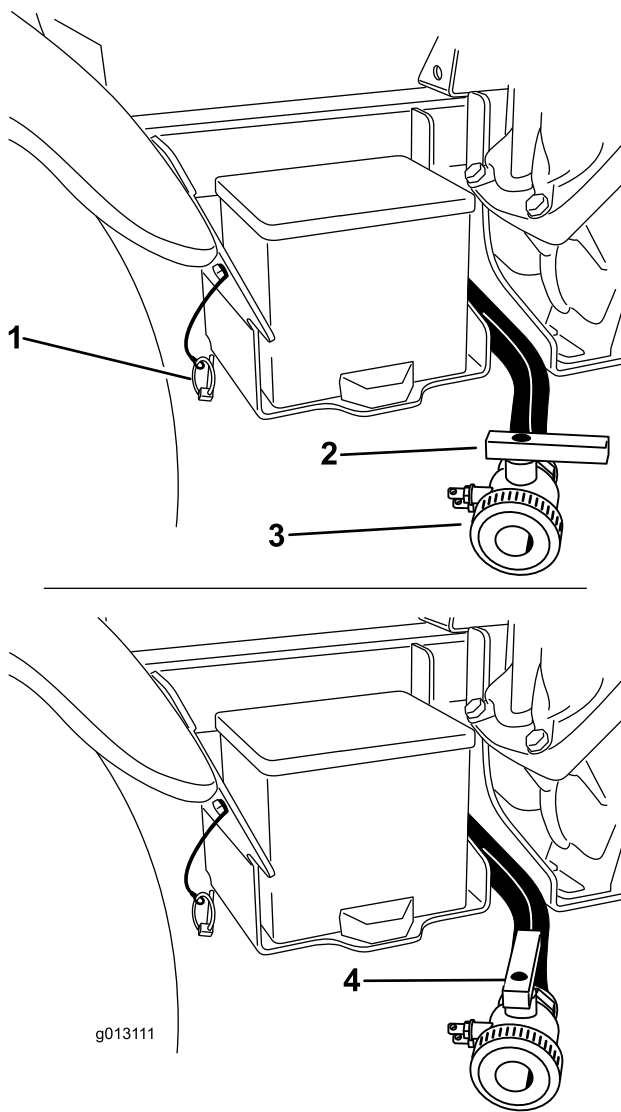

Figura 26
- B. Utilice la manija de vaciado del depósito para vaciar del depósito cualquier material no utilizado, y elimine dicho material de acuerdo con la normativa local y las indicaciones del fabricante del mismo (Figura 26). Así conseguirá vaciar todos los residuos existentes en la línea.
3. Cuando el depósito se haya vaciado completamente, cierre la válvula de vaciado e instale la válvula en el soporte con el pasador de seguridad que retiró anteriormente (Figura 26).